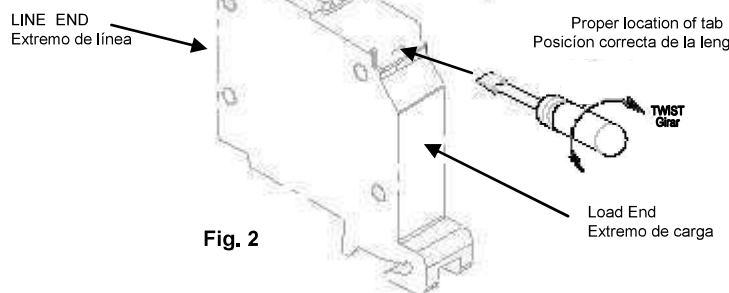

Fig. 2
- Step 4: Ensure that tabs are completely inside slots. A thin blade screwdriver may be used to seat tabs if necessary (Fig. 2). However, care must be used to avoid pushing tab down away from top of slot which will result in a loose fit (Fig. 3)
- Paso 4 : Asegúrese de que las lengüetas estén metidas completamente dentro de las ranuras. Si es necesario, utilice un destornillador de punta fina para sentar las lengüetas (Fig. 2). Pero debe tener cuidado para evitar empujar la lengüeta y alejarla de la parte de arriba de la ranura, ya que esto aflojaría el ajuste (Fig 3).